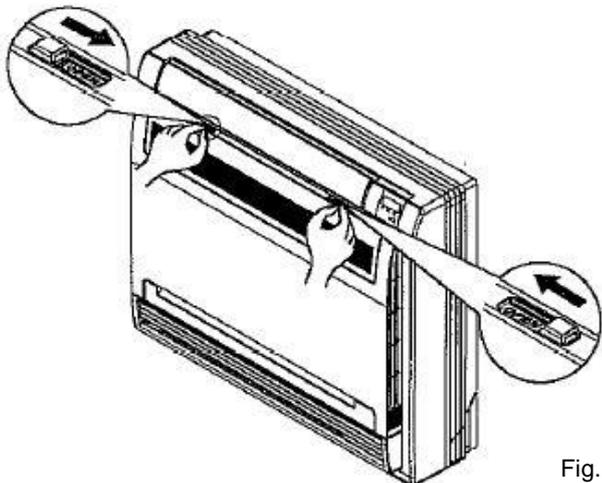

Fig. 7-1
- Far scorrere i due fermi sui lati destro e sinistro insieme finché non fanno clic. (Vedere la Fig. 7-1)